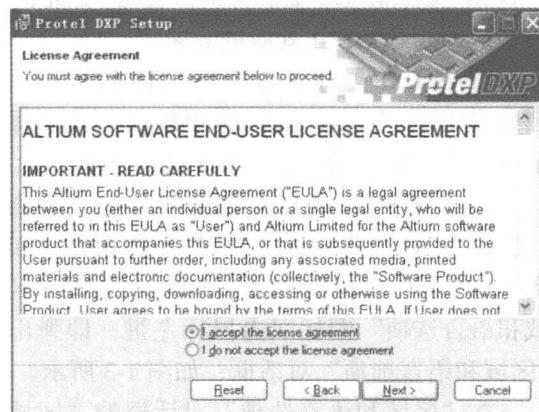

图 1-5 注册协议许可对话框
- 3) 单击 **Next >** 按钮，就可以进入如图 1-5 所示的注册协议许可对话框。在该对话框中，设计者如果对 Altium 公司提出的使用协议没有异议，选中“*I accept the license agreement*”单选项，然后单击 **Next >** 按钮继续下一步。